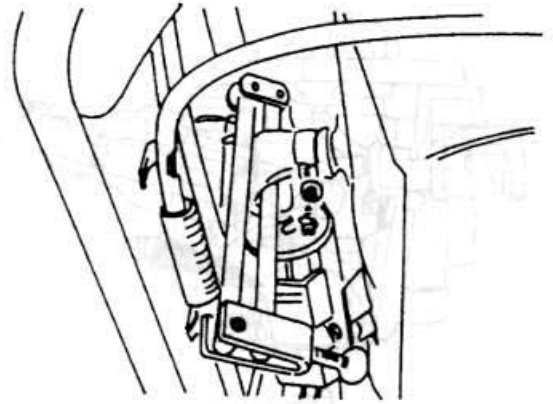

Рис. 2.135
- ♦ Зажмите трубку, питающую топливом насос. Для этого используйте соответствующий зажим (рис. 2.135).